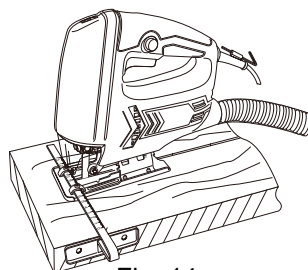

Fig. 14
- > Fixez le guide parallèle [12] sur l'appareil tel que décrit ci-dessus et réglez la largeur désirée (Fig. 14).